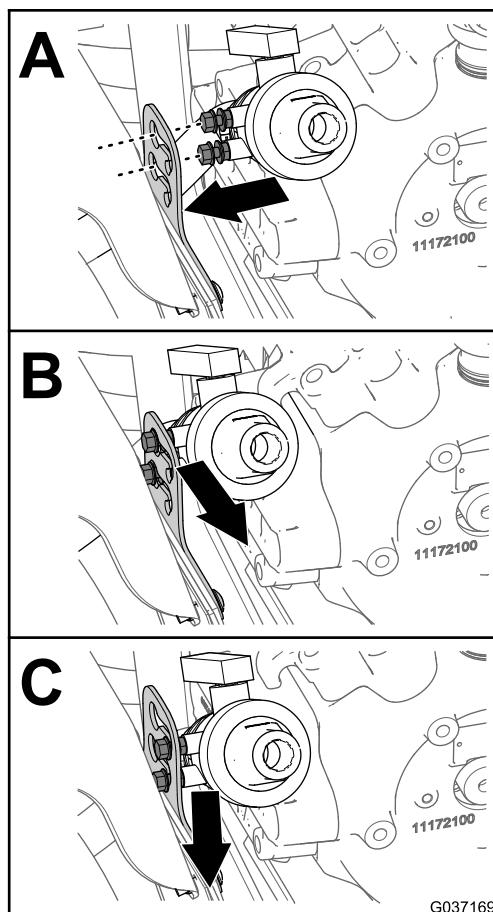

Figura 16
- Alinhe as porcas de bloqueio da válvula de drenagem com os furos das ranhuras da chave no suporte da válvula de drenagem (A de Figura 16).
- Mova a válvula de drenagem para fora e para baixo para prender a válvula ao suporte (B e C de Figura 16).